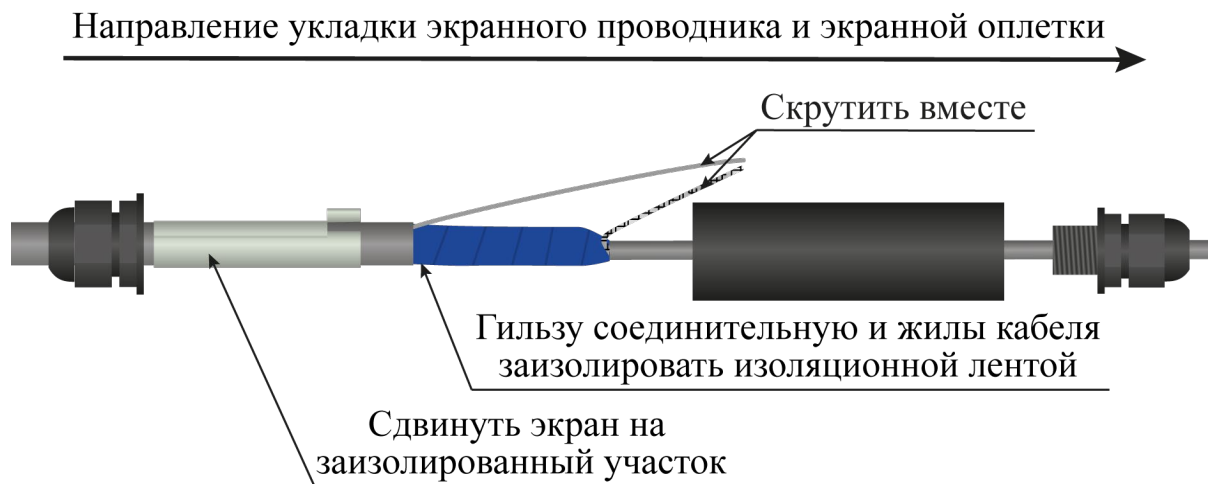

Рисунок 4.36
– гильзу соединительную и жилы кабеля ТППЭп заизолировать изоляционной лентой (рисунок 4.36);
– экранирующий проводник кабеля ТППЭп направить вдоль гильзы и скрутить с экраном кабеля РК (рисунок 4.36);
– сдвинуть экран муфты переходной на место соединения кабеля ТППЭп и кабеля РК (рисунок 4.36);